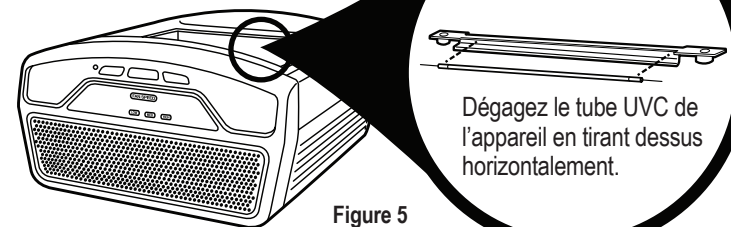

Figure 5
3. Après avoir retiré la combinaison de filtres, utilisez un tournevis cruciforme pour retirer les deux (2) vis et détacher la protection du tube UVC.
4. Pour retirer le tube UVC, saisissez-le avec précaution en utilisant un chiffon ou un mouchoir en papier propre et tirez dessus horizontalement pour le dégager de l'appareil (Figure 5).